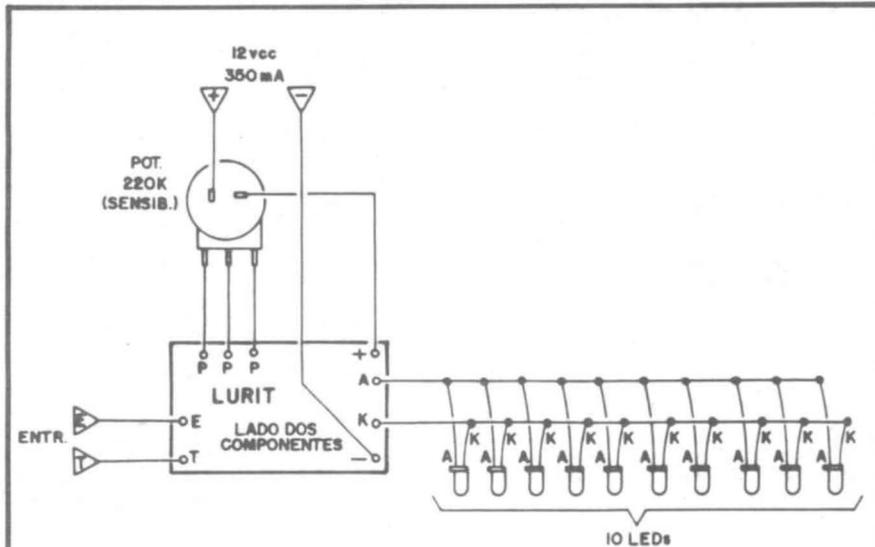

Fig.4
- FIG. 4 - Diagrama das conexões externas à placa. Nessa fase o Leitor/Hobbysta também precisa de atenção (mas nada que uma nova consulta ao TABELÃO não possa resolver...) e cuidado. A plaquinha é ainda vista pelo lado não cobreado, devendo o Leitor observar as conexões do potenciômetro (cujas chaves incorporadas controla também a própria alimentação do circuito), polaridade da alimentação e - principalmente - as ligações aos 10 LEDs. Quanto a estes últimos, observar que ficam fora da placa, o que facilita seu arranjo em instalações "ao gosto do freguês" (sugestões mais à frente...). Notar ainda que os terminais de Entrada são representados pelo fio "E" (vivo da Entrada) e "T" (terra da Entrada)